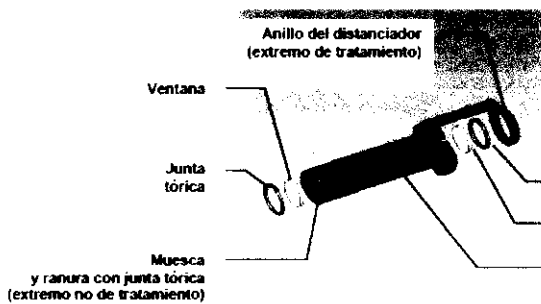
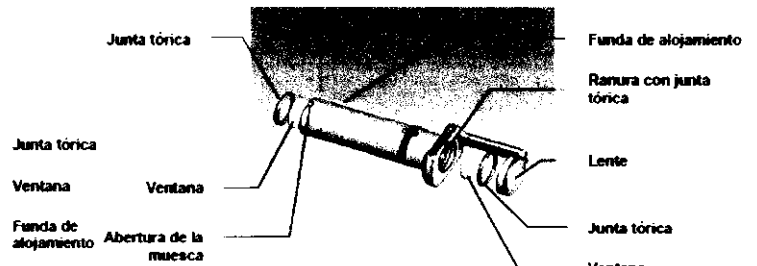

Figura 6.2: Ventanas del distanciador Smart
Figura 6.3: Ventanas y lente del distanciador para lesión pigmentada
Todos los conjuntos de distanciadores Smart tienen dos ventanas que protegen los elementos ópticos del sistema de suministro y las lentes internas (figura 6.2). Además de estas ventanas, el distanciador para lesión pigmentada (PL) lleva una lente extraíble contenida en el alojamiento del anillo del distanciador (figura 6.3) que entra en contacto con la superficie tratada de la piel.